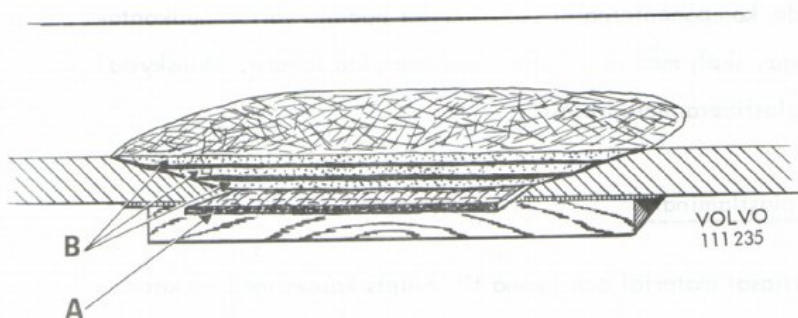

Bild 2
7. Klipp till en bit glasfibermatta något större än väven och placera den över hålet. Stöppla med pensel så att mattans fibrer blir genomdränkta med plast. Klipp till ytterligare en bit matta, något större än den förra, och plasta även denna. Fortsätt med gradvis större bitar glasfibermatta tills rätt tjocklek på reparationen erhålls (bild 2).